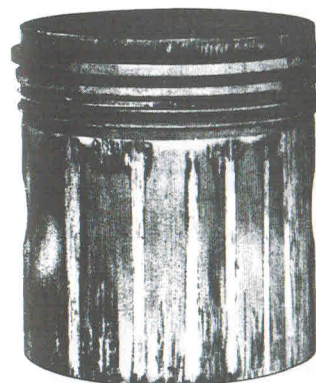

Bild 146 Klemmstellen infolge zu kleinen Spiels
- mit zu engem Spiel eingebauter Kolben, Freßspuren meist rundum (Bild 146)